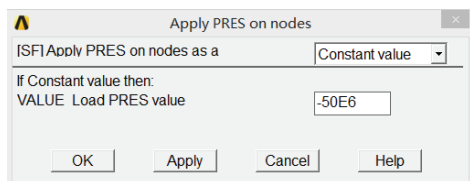

图 3-46 施加均布载荷对话框
3) 选择 Main Menu | Solution | Define Loads | Apply | Structural | Pressure | On Nodes 命令，出现 Apply PRES on Nodes 拾取菜单，单击 Pick All 按钮，出现 Apply PRES on nodes 对话框，在 VALUE Load PRES value 输入栏中输入 -50E6，如图 3-46 所示，单击 OK 按钮关闭该对话框。